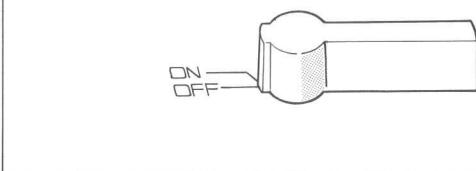

図14
- ⑦ 演奏終了時または途中で演奏を中止する場合はアームリフターを上に持ち上げますと、針先がレコード盤面から離れますのでヘッドシェルの指かけを持ってトーンアームをアームレストまで戻してください。次にPLAYレバーをOFFにしますとモーターが停止します。(図14)